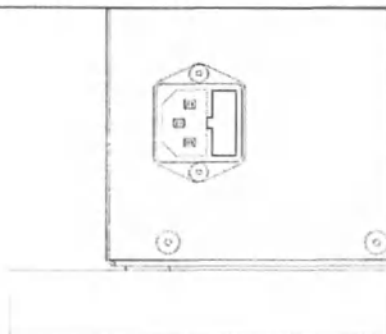

Рисунок 8 Гнездо питания
- извлеките кабель из гнезда питания (рисунок 8);